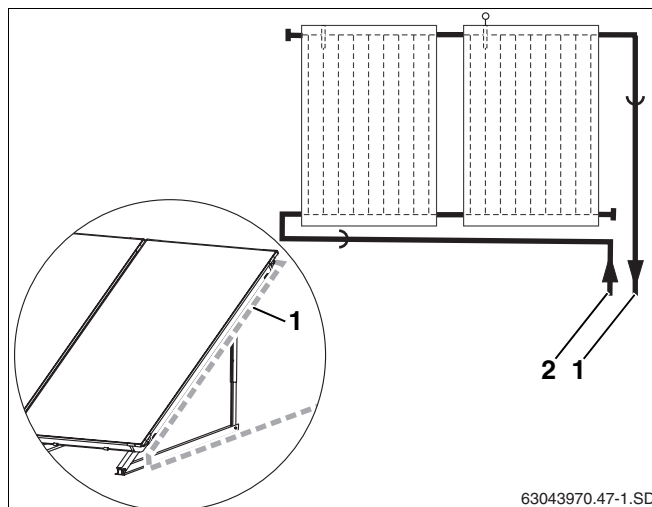

Fig. 55 Posizionamento del tubo di mandata lungo il campo di collettori
- Posizionare la tubazione di mandata (fig. 55, **pos. 1**), fornite dal committente, lungo il collettore e non verso il basso perpendicolarmente ad esso.